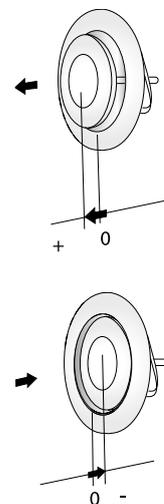

Figure 2. Mise en service.
L'équilibrage du diffuseur d'air extrait s'effectue en mesurant la pression ou le débit d'air. Mesurer la pression à l'aide d'un « crochet dynamométrique » (sonde) et le débit au moyen d'un débitmètre disponible dans le commerce. Voir Figures 2 et 3.
- Spécifier la correction KOK des bandes d'octave pour la position zéro du cône (voir Figure 2).